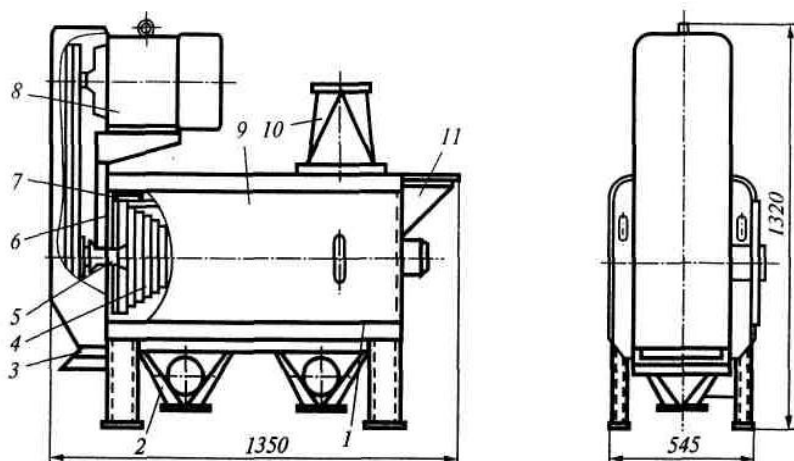

Рис. 4. Бичевая машина МБО-2
76. Выполнить чертеж машины (рис. 4) в масштабе 1:2.
77. Выполнить чертеж машины (рис. 4) в масштабе 1:2,5.
78. Выполнить чертеж машины (рис. 4) в масштабе 1:4.
79. Выполнить чертеж машины (рис. 4) в масштабе 1:5.
80. Выполнить чертеж машины (рис. 4) в масштабе 1:10.
81. Выполнить чертеж машины (рис. 4) в масштабе 1:15.
82. Выполнить чертеж машины (рис. 4) в масштабе 1:20.
83. Выполнить чертеж машины (рис. 4) в масштабе 1:25.
84. Выполнить чертеж машины (рис. 4) в масштабе 1:40.
85. Выполнить чертеж машины (рис. 4) в масштабе 1:50.
86. Выполнить чертеж машины (рис. 4) в масштабе 1:75.
87. Выполнить чертеж машины (рис. 4) в масштабе 1:100.
88. Выполнить чертеж машины (рис. 4) в масштабе 1:200.
89. Выполнить чертеж машины (рис. 4) в масштабе 1:400.
90. Выполнить чертеж машины (рис. 4) в масштабе 1:500.
91. Выполнить чертеж машины (рис. 4) в масштабе 1:800.
92. Выполнить чертеж машины (рис. 4) в масштабе 1:1000.
93. Выполнить чертеж машины (рис. 4) в масштабе 1:1.
94. Выполнить чертеж машины (рис. 4) в масштабе 2:1.
95. Выполнить чертеж машины (рис. 4) в масштабе 2,5:1.
96. Выполнить чертеж машины (рис. 4) в масштабе 4:1.
97. Выполнить чертеж машины (рис. 4) в масштабе 5:1.
98. Выполнить чертеж машины (рис. 4) в масштабе 10:1.
99. Выполнить чертеж машины (рис. 4) в масштабе 20:1.
100. Выполнить чертеж машины (рис. 4) в масштабе 40:1.